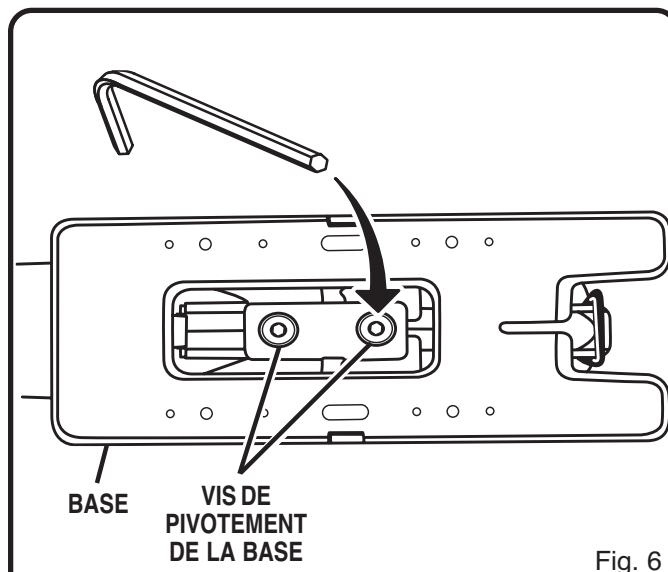

Fig. 6
Voir les figures 6 et 7.
- Faire glisser la base vers l'avant jusqu'à ce que les vis de pivotement puissent se déplacer librement dans les fentes de la base. Voir la figure 6.